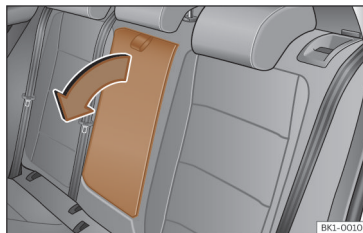

Fig. 104 Apoio de braços central traseiro rebatível (representação esquemática).
• Para **baixar** o apoio de braços, puxe o laço no sentido da seta >>> **Fig. 104.**